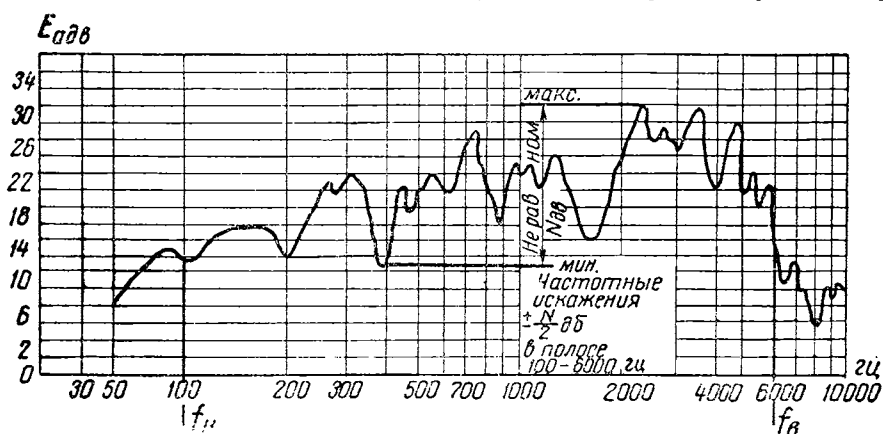

Рис. 22. Обычный способ определения частотных искажений (головка 4Д-6 в экранном ящике 4В-1)
На рис. 22 показано, как по частотной характеристике громкоговорителя опреде-
2. **Полоса воспроизводимых частот** — частотный диапазон, воспроизводимый громкоговорителем с заданными частотными искажениями. Он определяет степень изменения частотного спектра звукового сигнала по ширине в процессе электроакустического преобразования из электрической энергии в акустическую. Принято указывать крайние частоты воспроизводимого диапазона — нижнюю и верхнюю, которые называются **граничными** (рис. 22).
4. **Чувствительность** громкоговорителя ( $E$ ) — отношение развиваемого громкоговорителем звукового давления в барах\* к величине подведенного к нему напряжения — определяет эффективность работы громкоговорителя как преобразователя. Для сравнения различных по величине входного сопротивления ( $Z_{вх}$ ) громкоговорителей принято указывать величину абсолютной чувствительности ( $E_a$ ), которая выражается отношением давления к корню квадратному из подводимой мощности. Так как величина  $E_a$  зависит от частоты (см. рис. 22), то в паспорте указывается средняя абсолютная чувствительность в полосе воспроизводимых частот.